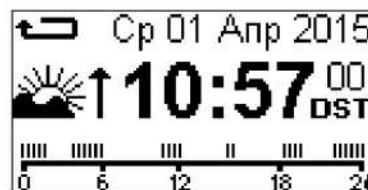

Рисунок 6.1 – Главный экран таймера
Примечание – для просмотра событий необходимо находиться на главном экране таймера рисунок 6.1.
- Если во время проверки ошибок не обнаружено, на дисплее таймера в течение 2 секунд отобразится надпись **Настр. в порядке**, и таймер вернется на главный экран (рисунок 6.1);